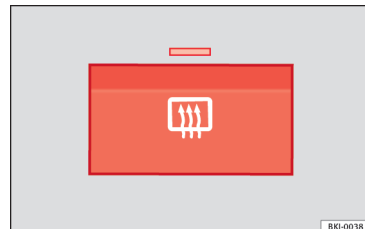

Fig. 148 Ved betjeningslementerne til air-conditionanlægget: knap til elbagrude
- Tryk på kontakten til spejlvarmen  » **Fig. 148.**